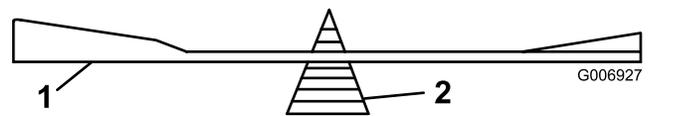

Figure 39
- Vérifiez l'équilibre de chaque lame en la plaçant sur un équilibreur (Figure 39). Si la lame reste horizontale, elle est équilibrée et peut être utilisée. Si la lame est déséquilibrée, limer un peu le dos de la lame. Répétez la procédure jusqu'à ce que toutes les lames soient équilibrées.